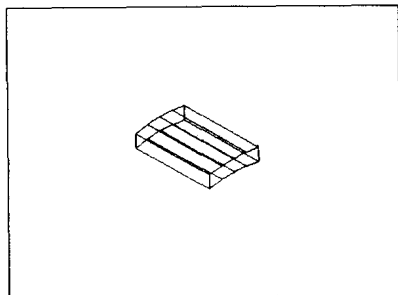
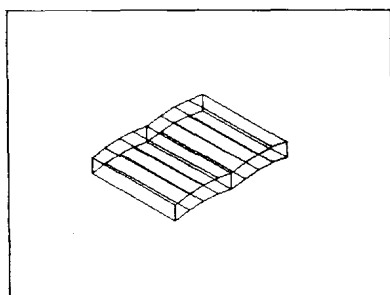

图 2-5
图 2-6
① 当前正向角度：ANGIR=逆时针 ANFBASE=0；选择对象：选取实体 ↵。
② 指定轴上的第一个点或定义轴依据 [对象 (O) /最近 (L) /视图 (V) /X 轴 (X) /Y 轴 (Y) /Z 轴 (Z) /两点 (2)]：X ↵。
③ 指定轴上的点 <0,0,0>：100,0,0 ↵。
④ 指定旋转角度或 [参照 (R)]：90 ↵。见图 2-5。
① 选择对象：选取实体 ↵。② 指定基点或位移或者 [重复 (M)]：
100,-80,0 ↵。③ 指定位移的第二点或 <用第一点作位移>：60,-80,0 ↵。见图 2-6。